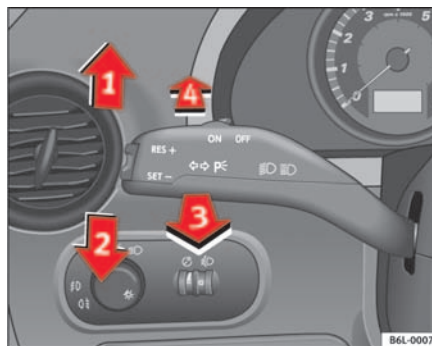

Fig. 60 Palanca de intermitentes y de luz de carretera
- Desplace la palanca hacia arriba hasta el tope ⇒ **página 98, fig. 60** ① para encender el intermitente **derecho** o bien hacia abajo ②, para encender el intermitente **izquierdo**.
- Desplace la palanca hacia adelante ⇒ **página 98, fig. 60** ④ para encender la luz de carretera.